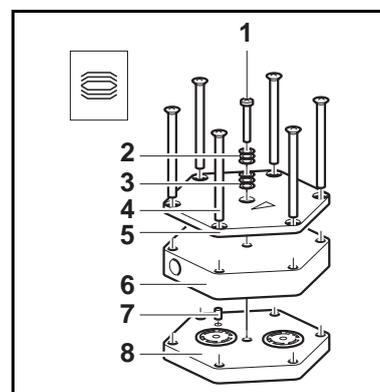

Fig. 9: Monter la tête de pompe
1. Sur le raccordement pneumatique des têtes (3), desserrer les écrous-raccord (2) à la main. Tourner le raccord à visser coudé (1) de la tête de pompe (4) dans le sens inverse des aiguilles d'une montre jusqu'à ce que le tuyau de raccordement puisse être retiré.
2. Sur les deux têtes de pompe, repérer d'un trait continu au feutre la plaque supérieure (fig. 9/5), le couvercle de tête (fig. 9/6), la culasse (fig. 9/8) et le support de membrane.
2. Mettre en place la culasse (8) avec les plaques soupapes/joints sur le logement selon le trait au feutre.
3. Mettre en place le couvercle de tête (6) sur la culasse (8) selon le goujon d'assemblage (7).
4. Placer la plaque supérieure (5) sur le couvercle de tête (6) selon le trait au feutre.
5. Serrer les vis (4) en quinconce.
6. Mettre en place la vis (1) au milieu de la plaque supérieure (5) avec les rondelles Belleville (2, 3). Veiller alors à ce que les rondelles Belleville soient correctement disposées (voir fig. 9).
7. Serrer la vis (1) jusqu'à ce que la tête de vis soit au ras de la surface. Fixer la vis avec un demi-tour supplémentaire.
Membrane et plaques soupapes/joints remplacés	<ul style="list-style-type: none"> → S'assurer que les rondelles d'épaisseur ont été enfoncées sur le filetage de la membrane. → Vérifier l'étanchéité du raccordement de tête et des connexions de tuyau. → Éventuellement, serrer en quinconce avec précaution les vis extérieures (fig. 9/4) de la plaque supérieure.